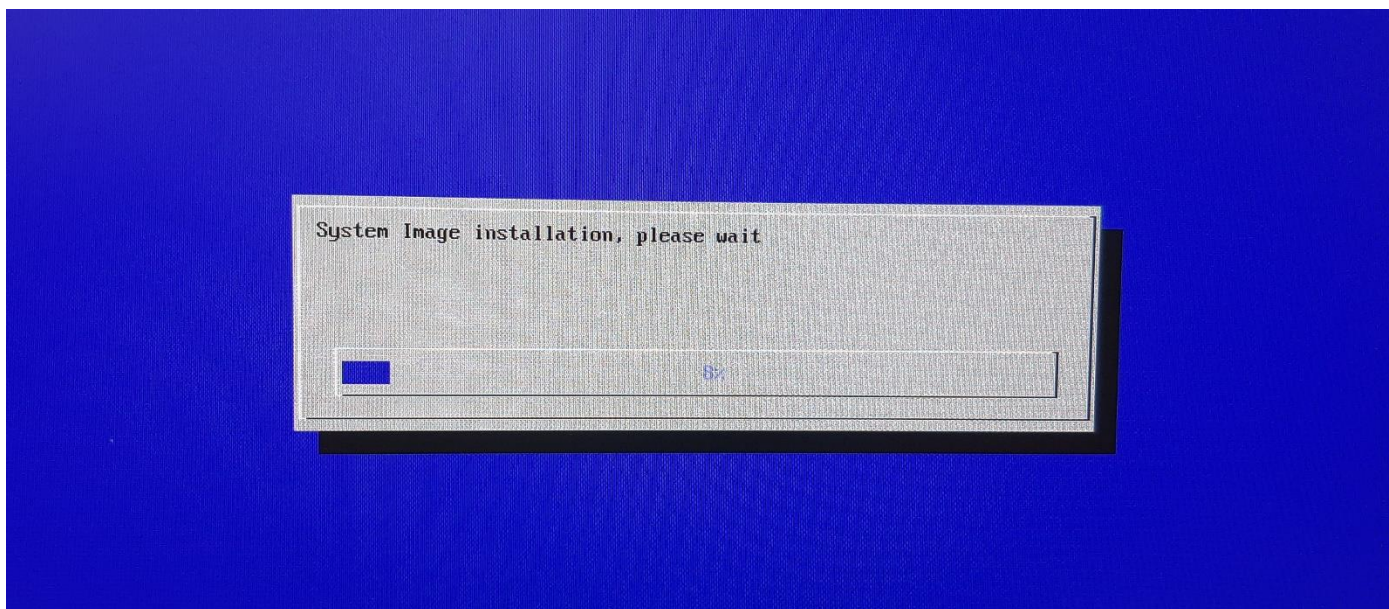

Рис. 20
- запустить скрипт `sysinstall.sh`. Скрипт отобразит окно прогресса выполнения задачи и автоматически завершится при окончании копирования (Рис.20)